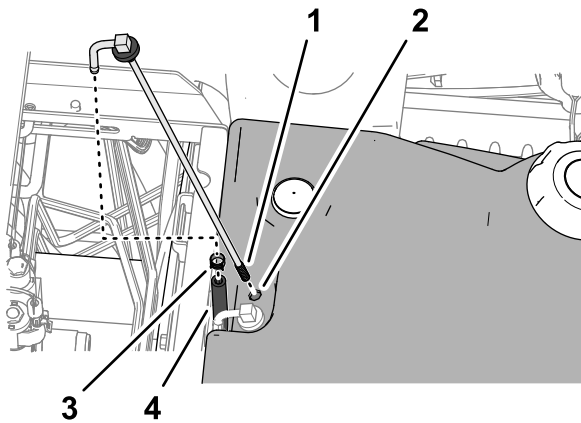

Figura 121
- Retire la abrazadera que sujeta la manguera al tubo de aspiración de combustible (Figura 121).
- Limpie el filtro del extremo del tubo de aspiración de combustible (Figura 121).